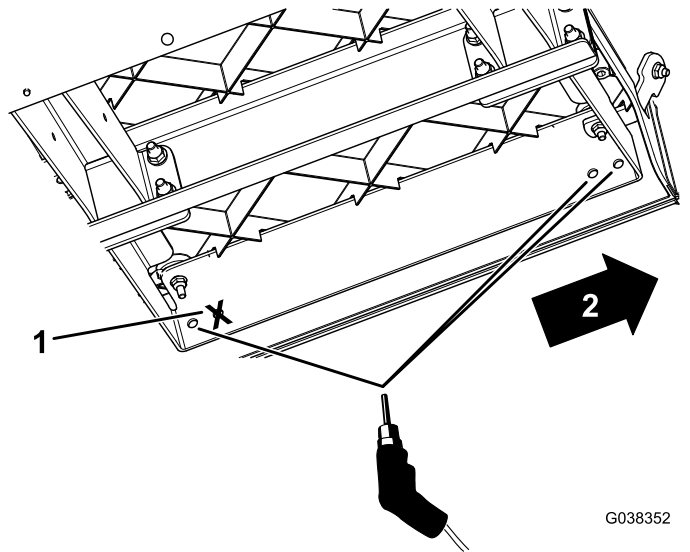

Bild 6
- Verwenden Sie die neuen Bodenplattenstützen als Schablone und bohren Sie drei Löcher (9,5 mm) in jede Bodenplatte (Bild 6).
Wichtig: Bohren Sie nur die vorderen 2 Löcher in die neuen Bodenplattenstützen sowie das am weitesten entfernte hintere Loch, wie in Bild 6 dargestellt.